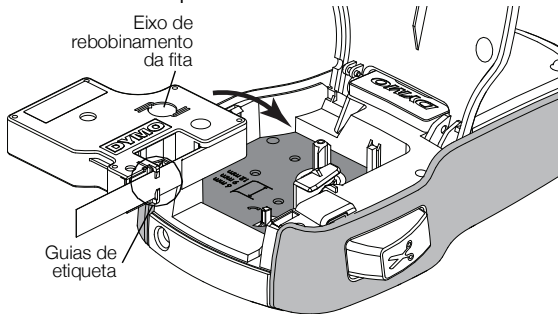

Figura 4
- 2 Verifique se a etiqueta e a fita estão esticadas na abertura do cartucho e se a etiqueta está passando entre as guias de etiqueta. Consulte a Figura 4.